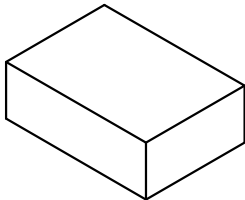

图3 内盒包装
- 2: 如图3，每内盒装3小袋，装盒后贴上物料标签，数量为3X1000pcs。